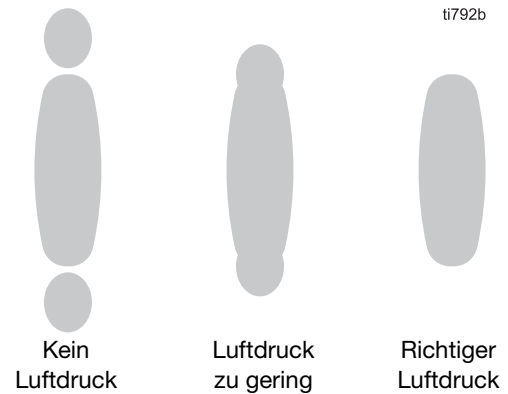

ABB. 20: Spritzstrahl zerstäuben
- Den Eingangsluftdruck erhöhen, bis der Strahl vollkommen zerstäubt wird und in das Spritzbild gezogen wird. Siehe ABB. 20.